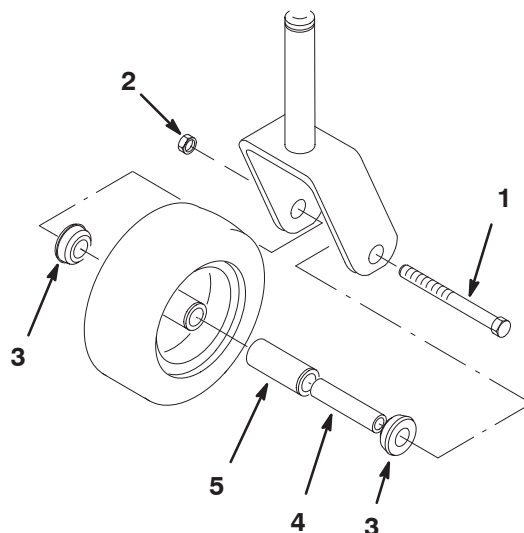

Figure 57
1. Enlevez le contre-écrou et le boulon qui assujettissent la roue pivotante sur la chape (Fig. 57).
2. Enlevez une bague, puis sortez la douille pour clé et le roulement à rouleaux du moyeu de roue (Fig. 57).
3. Enlevez l'autre bague du moyeu, puis nettoyez la graisse et les saletés qui se trouvent éventuellement dans le moyeu (Fig. 57).
4. Examinez l'usure du roulement à rouleaux, des bagues, de la douille pour clé et de l'intérieur du moyeu. Remplacez les pièces endommagées ou usées (Fig. 57).
5. Pour le remontage, placez une bague dans le moyeu de la roue. Lubrifiez le roulement à rouleaux et la douille pour clé, et insérez-les dans le moyeu. Mettez la deuxième bague dans le moyeu (Fig. 57).
6. Montez la roue pivotante dans la chape à l'aide du boulon et du contre-écrou. Serrez le contre-écrou jusqu'à ce que la base de la douille pour clé soit en appui contre l'intérieur de la chape (Fig. 57).